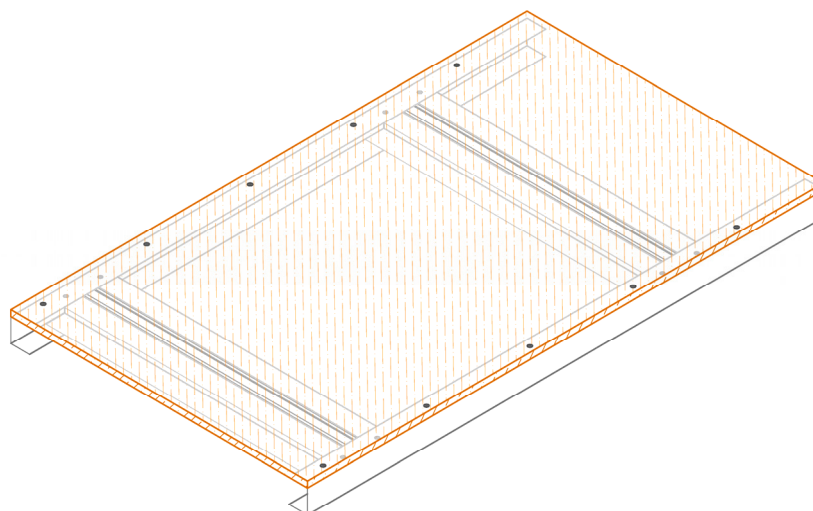

Рис. 4
- Смонтировать огнезащитную плиту на верхнюю часть каркаса днища (рис.4) при помощи саморезов по металлу с потайной головкой для ГКЛ.